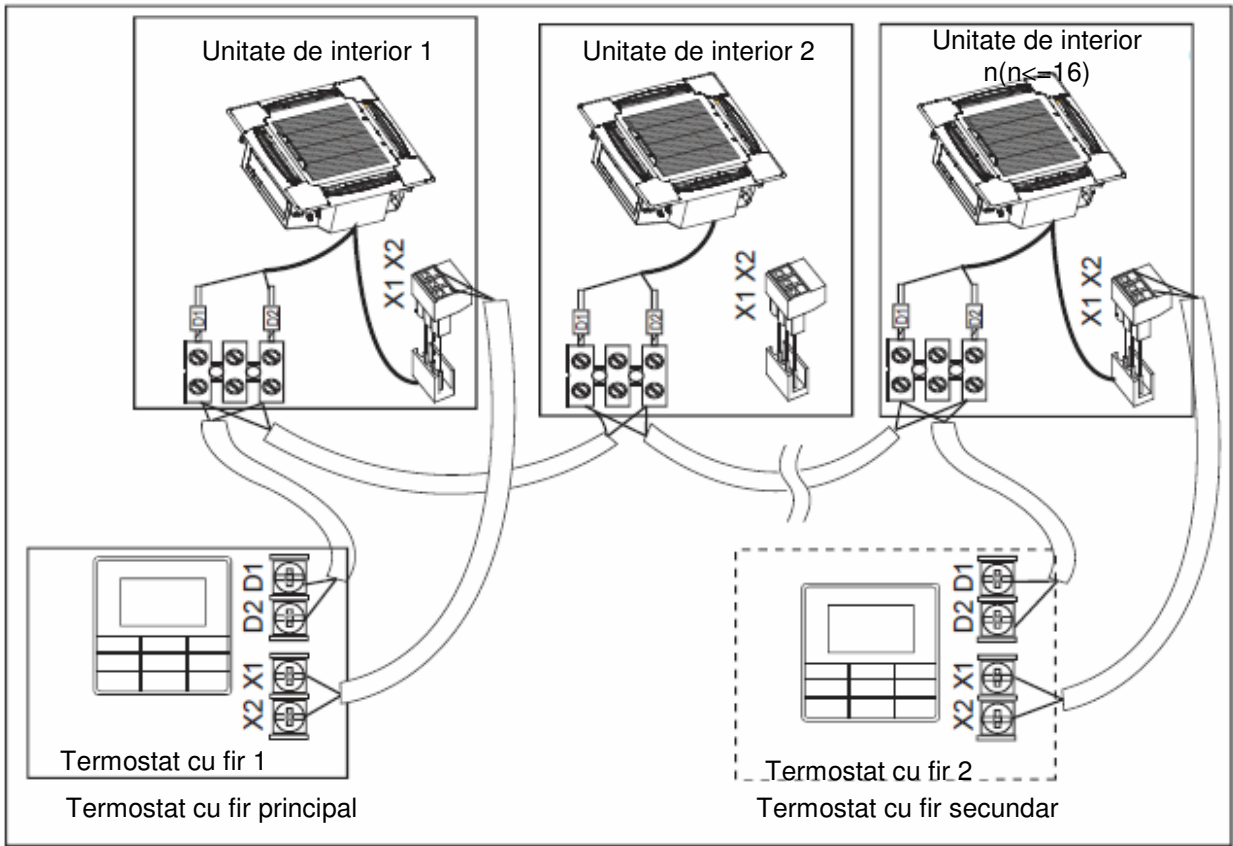

Figura 6.8
- Utilizati un termostat cu fir pentru a comanda mai multe unitati de interior sau 2 termostate cu fir (un termostat principal si unul secundar) pentru a comanda mai multe unitati de interior (a se vedea Figura 6.8);